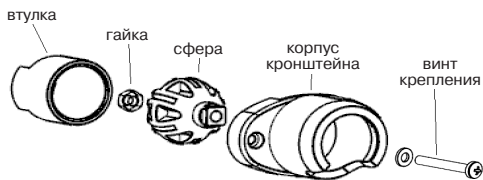

Рисунок 4 – Конструкция кронштейна
- провод пропустите через отверстия в основании извещателя. Оставьте несколько сантиметров монтажного провода для подключения его к колодкам (6) извещателя;
- закрепите основание извещателя на выбранном месте. При креплении на кронштейне выверните винт из сферы, совместите квадратный выступ сферы с соответствующим пазом в верхней части основания извещателя. Вставьте винт в отверстие в верхней части основания, поверните основание в нужное положение, затяните винт. Конструкция кронштейна представлена на рис. 4;